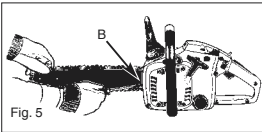

Fig. 5
1. Hou de top van de geleiderail omhoog en draai de justerschroef (D) MET DE WIJZERS VAN DE KLOK MEE om de spanning van de ketting te verhogen. Draait u de schroef TEGEN DE RICHTING VAN DE WIJZERS VAN DE KLOK IN, gaat de spanning van de ketting verminderen. Vergewis u er zich van dat de ketting helemaal rondom de geleiderail is aangelegd (fig. 5).